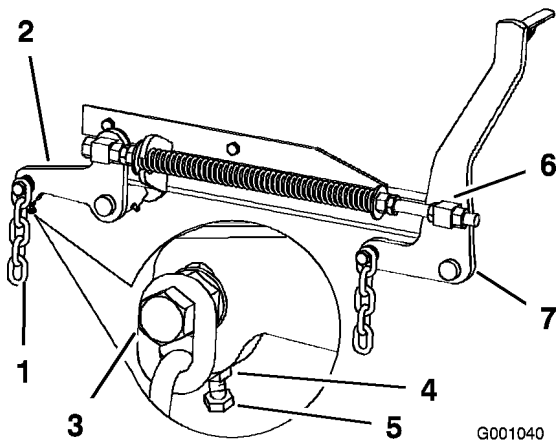
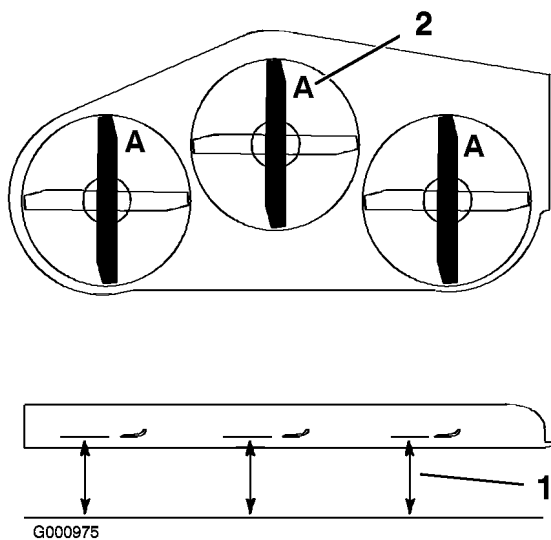

Figura 73
Figura 77
7. Se le misure al punto **B** o **C** non sono esatte, allentate il bullone che monta la catena posteriore al braccio di supporto posteriore (Figura 73).
regolazione fino ad ottenere una misura tra 79 e 82 mm (Figura 73).
7. Allentate di 13 mm circa i controdadi delle parti girevoli anteriori destra e sinistra (Figura 73).
8. Regolate i dadi di sollevamento sui lati destro e sinistro della macchina finché la parte anteriore della macchina non risulta più bassa di 6-10 mm al punto **A** rispetto alla parte posteriore al punto **B** (Figura 73).
3. Girate le lame fino a disporle in parallelo con la lunghezza della macchina (Figura 73). Misurate da un piano orizzontale fino al tagliente delle lame, posizione **A**, (Figura 77). Prendete nota di questa misura.